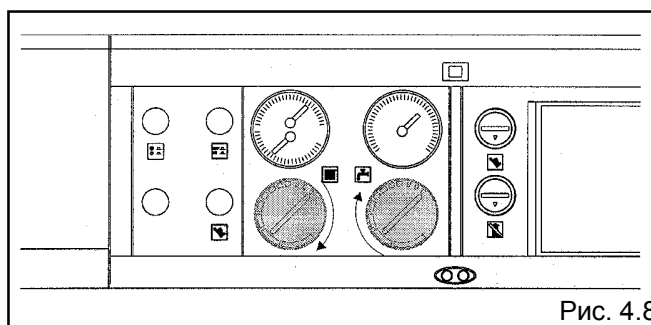

Рис. 4.8
- при изменении настройки управляющего термостата (рис. 4.8);